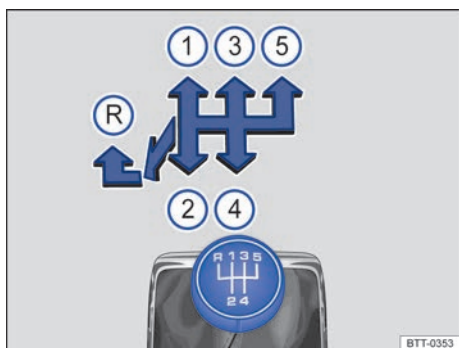
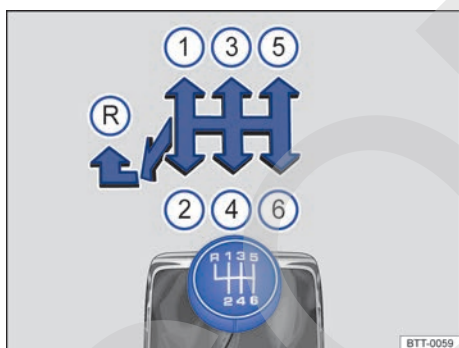

Fig. 96 Esquema de la transmisión manual de 5 marchas.
Fig. 97 Esquema de la transmisión manual de 6 marchas.
Las posiciones de cada marcha están representadas en la palanca de cambios → fig. 96 y → fig. 97.
- Mueva la palanca de cambios completamente hacia la izquierda y después hacia adelante para situarla en la posición de la marcha atrás → fig. 96 y → fig. 97 ⓘ.